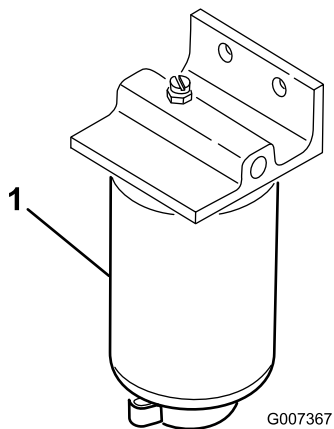

Bild 37
3. Öffnen Sie den Ablassschraube am Kraftstofffilter um ungefähr eine Umdrehung und lassen angesammeltes Wasser ablaufen (Bild 37).